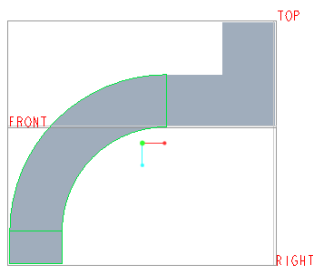

图 1-218 完成创建角度型的平面折弯
(13) 在“折弯选项：角度，平面”对话框中单击“确定”按钮。完成角度型的平面折弯的设计工作，得到的结果如图 1-218 所示。